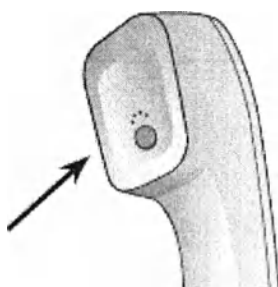

Рисунок 10 – Крепление магнита на трубку телефона
4.5.6 Пользуйтесь телефоном как обычно. При активации PhoneNow™ и переключении аппарата в программу для телефона Вы услышите короткую мелодию. Возможно, Вам понадобится прикрепить магнит на трубку и найти его наилучшее положение, чтобы добиться включения функции PhoneNow™. Прикрепите магнит чуть ниже звуковых отверстий на телефонной трубке. При необходимости передвиньте магнит в другое положение, для более простого использования и большего комфорта во время разговора (рисунок 10).